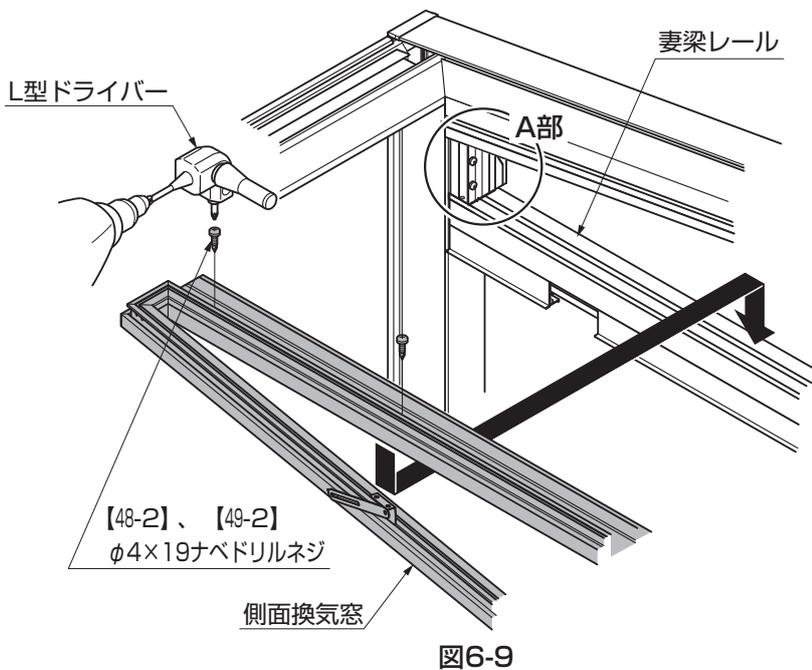
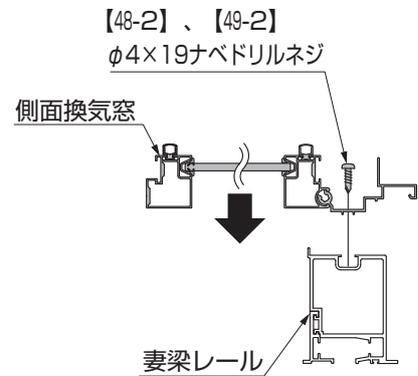

図6-9
図6-10 A部詳細図
- 側面換気窓は、妻梁レールの溝にはめ込んでください。(図6-9、図6-10参照)